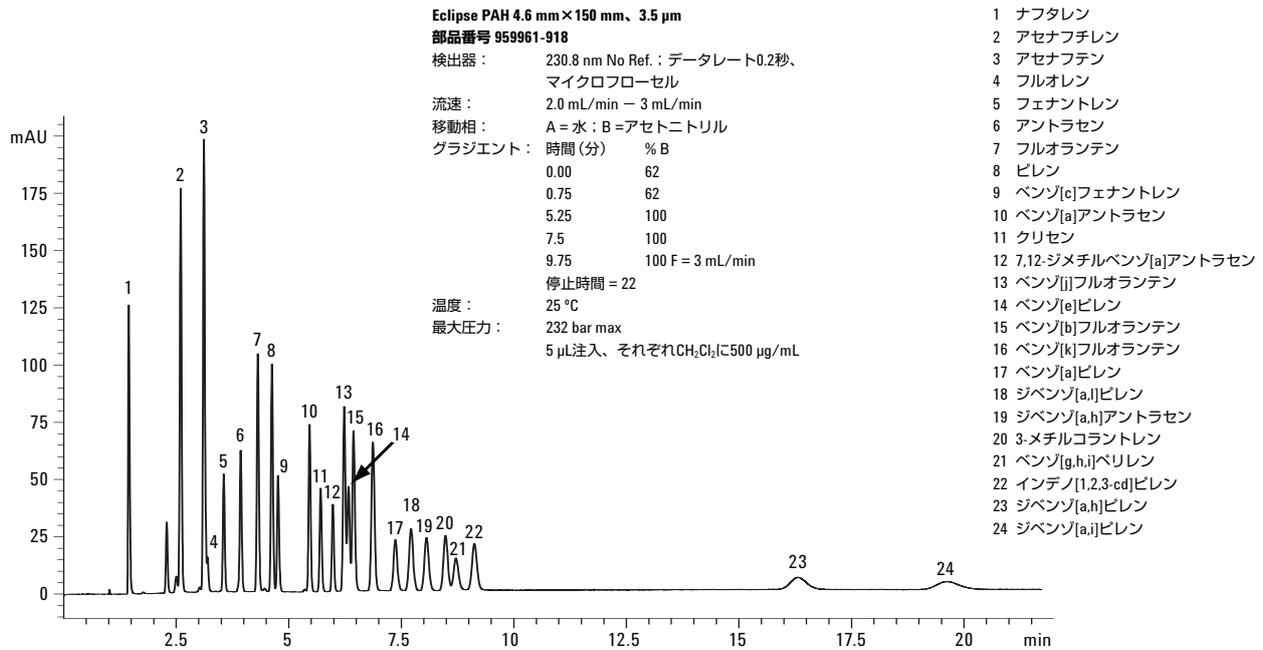

図3. ケベック州環境省PAH標準物質のRR分析
- 図3および4：ケバック州環境省PAH混合物 (AccuStandard PN H-QME-01)
ケベック州環境省PAH混合物はさらに複雑なPAH混合物質で、24種類のPAHを含んでいます。この混合物質の分離結果を図3に示しています。分離にあたっては、Rapid Resolution Eclipse PAH 4.6 mm × 150 mm (3.5- $\mu$ m) カラムを使用しました。このRapid Resolution (RR, 3.5  $\mu$ m) 構成の利点は、1.8- $\mu$ mカラムに比べて圧力が低いことです。動作圧力が40 MPa未満となるため、Agilent 1100などのHPLCシステムで長いRRカラムを使用できます。